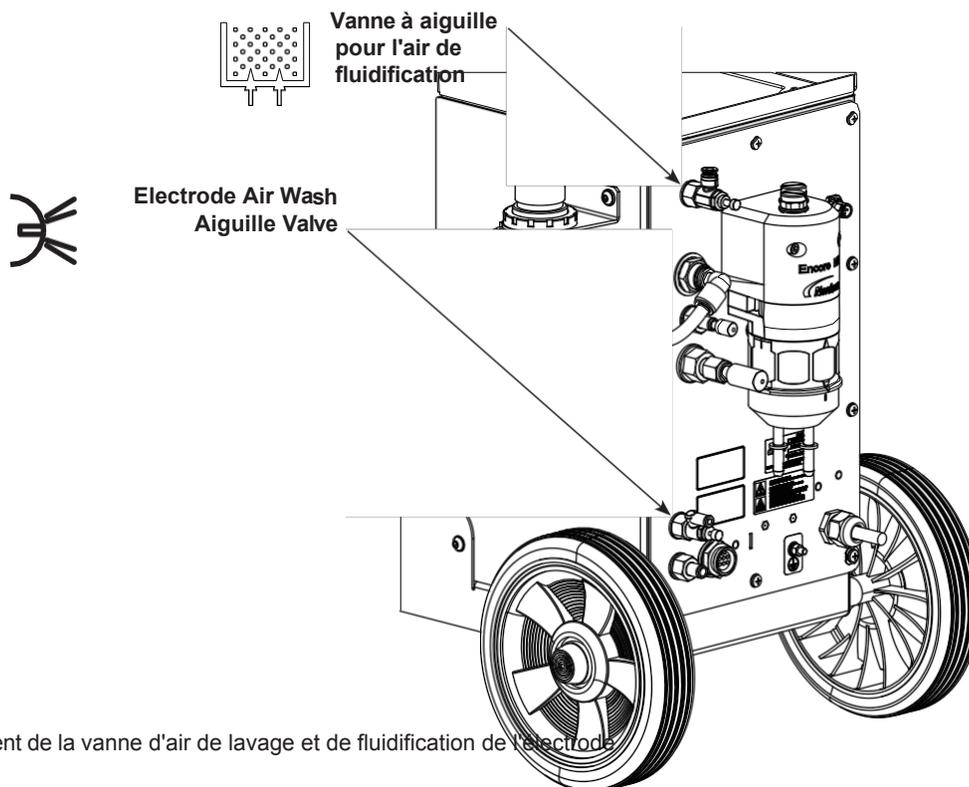

Figure 4-2 Emplacement de la vanne d'air de lavage et de fluidification de l'électrode
Voir la figure 4-2.
Voir la figure 4-2. L'air de lavage de l'électrode lave continuellement l'électrode du pistolet de pulvérisation pour empêcher la poudre de s'y accumuler. L'air de lavage de l'électrode s'allume et s'éteint automatiquement lorsque le pistolet de pulvérisation est activé et désactivé.
- a. Voir la figure 4-2. Régler l'air de fluidification  de façon à fluidifier la poudre autour du tube de ramassage sans souffler la poudre hors de la boîte. Le déclenchement du pistolet de pulvérisation met en marche le moteur du vibreur. Selon le réglage de la fonction du moteur du vibreur, le moteur le fera :
- a. Voir la figure 4-2. Utiliser la vanne à pointe de l'air de fluidification  pour régler la pression de l'air de fluidification de façon à ce que la pression soit juste suffisante pour que la poudre dans la trémie "bout" doucement. L'air de fluidification fait augmenter le volume de la poudre.